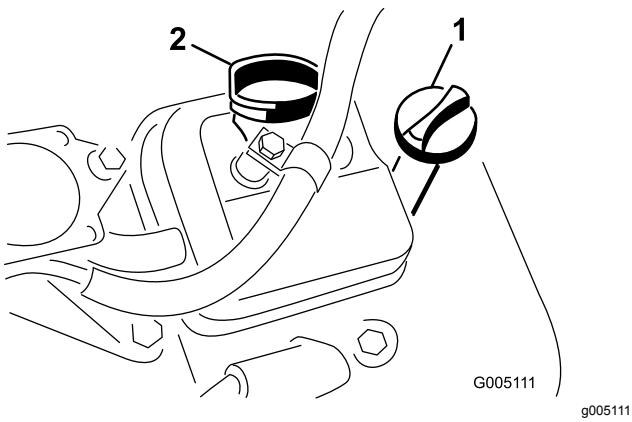

Bild 27
3. Stecken Sie den Peilstab in das Rohr und stellen Sie sicher, dass er vollständig eingeführt ist (Bild 27)